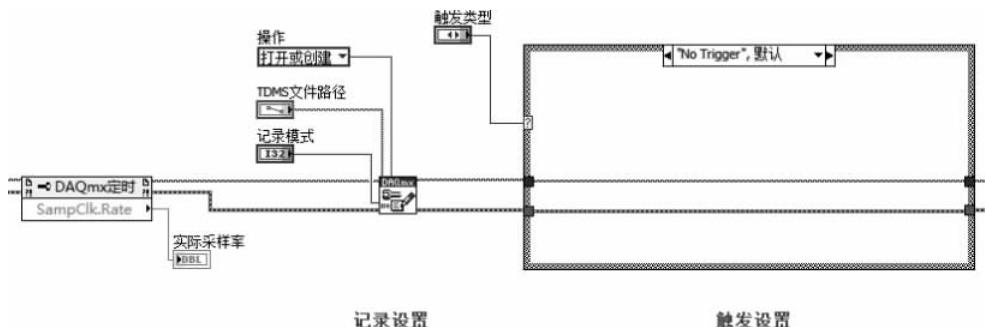

图 3-22 需要删除的结构
① 删除“采样时钟源”输入控件以及如图 3-22 所示的结构。